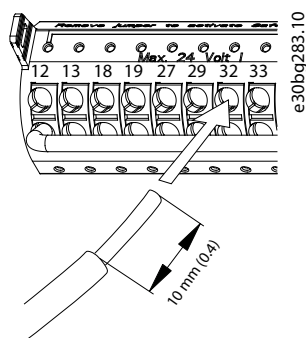

Рисунок 5.20 Подключение массивных проводов цепи управления
- Если используется массивный провод, вставьте оголенную часть в клемму. См. Рисунок 5.20.